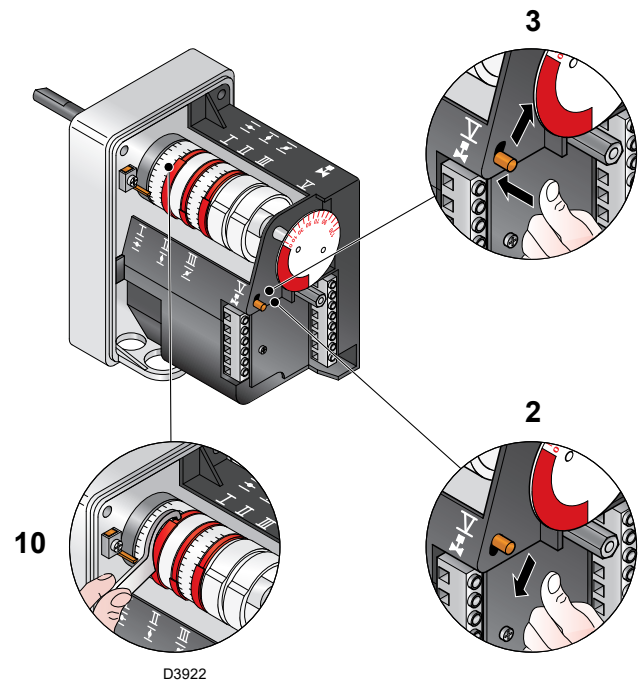

Fig. 29
- Si es necesario disminuirlo, reducir un poco el ángulo de la leva III (Fig. 29) mediante cortos desplazamientos consecutivos, es decir, pasando del ángulo 65° a 63° - 61°....
- Si se desea aumentarlo, pulsar un poco el pulsador "aumento de potencia" 2)(Fig. 27) (abrir de 10-15° la válvula de mariposa del gas), aumentar el ángulo de la leva III (Fig. 29) mediante cortos desplazamientos consecutivos, es decir, pasando del ángulo de 65° a 67° - 69°.... Apretar después el botón "disminución de potencia" hasta situar el servomotor en la posición de mínima apertura y medir el caudal del gas.